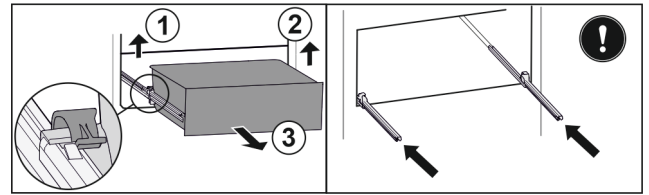

Fig. 91
- ▶ Emelje fel a bal oldali kapcsot, és ezzel egyszerre húzza előre felé a fiók bal oldalát. Fig. 91 (1)
- ▶ Emelje fel a jobb oldali kapcsot, és ezzel egyszerre húzza előre felé a fiók jobb oldalát. Fig. 91 (2)
- ▶ Vegye ki a fiókot előre felé. Fig. 91 (3)